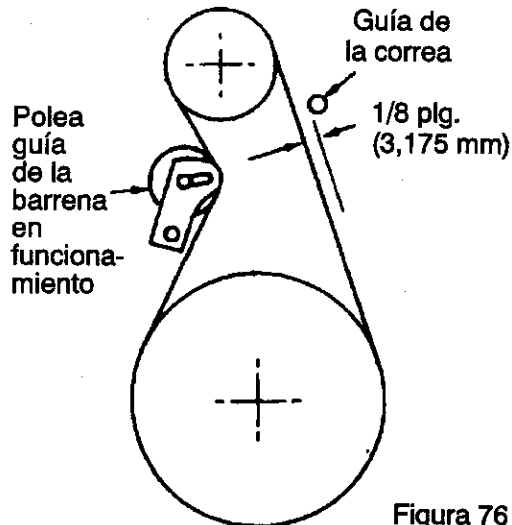

Figura 76
3. Mida la distancia entre la guía de la correa y la correa. La distancia debe ser de 1/8 de pulgada (3,175 mm) para la guía. (Figura 76).